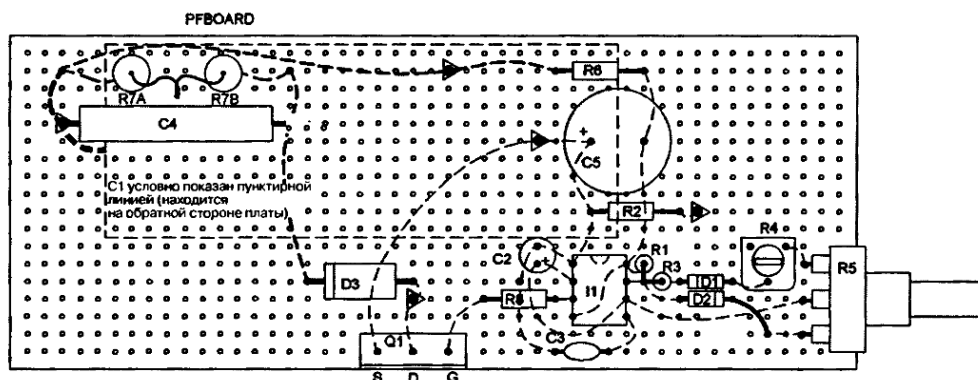

Рис. 24.3. Расположения деталей и соединения макетной платы
| PBOARD | 1 | Макетная плата размерами 5,62×12,7 см с перфорацией отверстий шагом 0,25 см, доработанная в соответствии с рис. 24.3 | |
2. Подготовьте макетную плату PB1 с перфорацией отверстий 0,25 см размером 5,72×12,7 см. Если отверстия будут расположены именно так, как показано на рис. 24.3 и 24.4, то это облегчит размещение компонентов, которое будет совпадать с указанным.